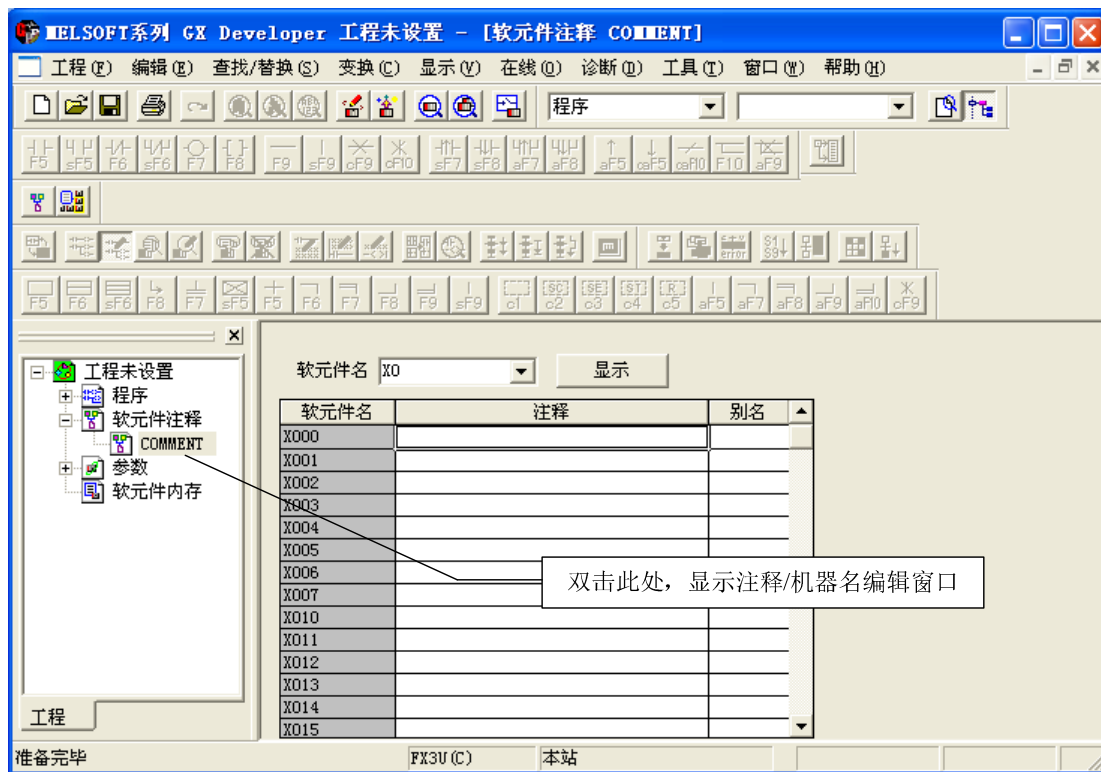

图 12 注释/机器名输入操作说明
- ① 单击显示菜单，选择工程数据列表，并打开工程数据列表。也可按“Alt+O”键打开、关闭工程数据列表（见图 12）。
- ② 在工程数据列表中单击软件元件注释选项，显示 COMMENT（注释）选项，双击该选项。
- ③ 显示注释编辑画面。
- ④ 在软元件名一栏中输入要编辑的元件名，单击“显示”键，画面就显示编辑对象。
- ⑤ 在注释/机器名栏目中输入欲说明内容，既完成注释/机器名的输入。